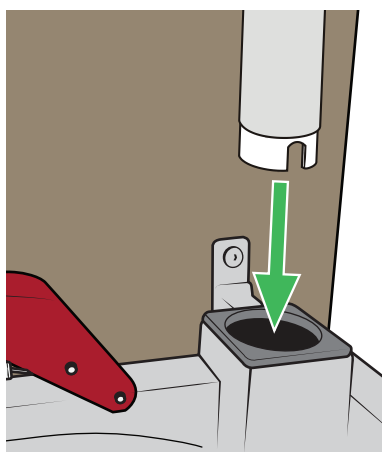

Figure 1
1. Insérez la potence dans l'un des deux supports au niveau de la tête de lit, avec la partie horizontale positionnée au-dessus du centre du lit. Voir la Figure 1.